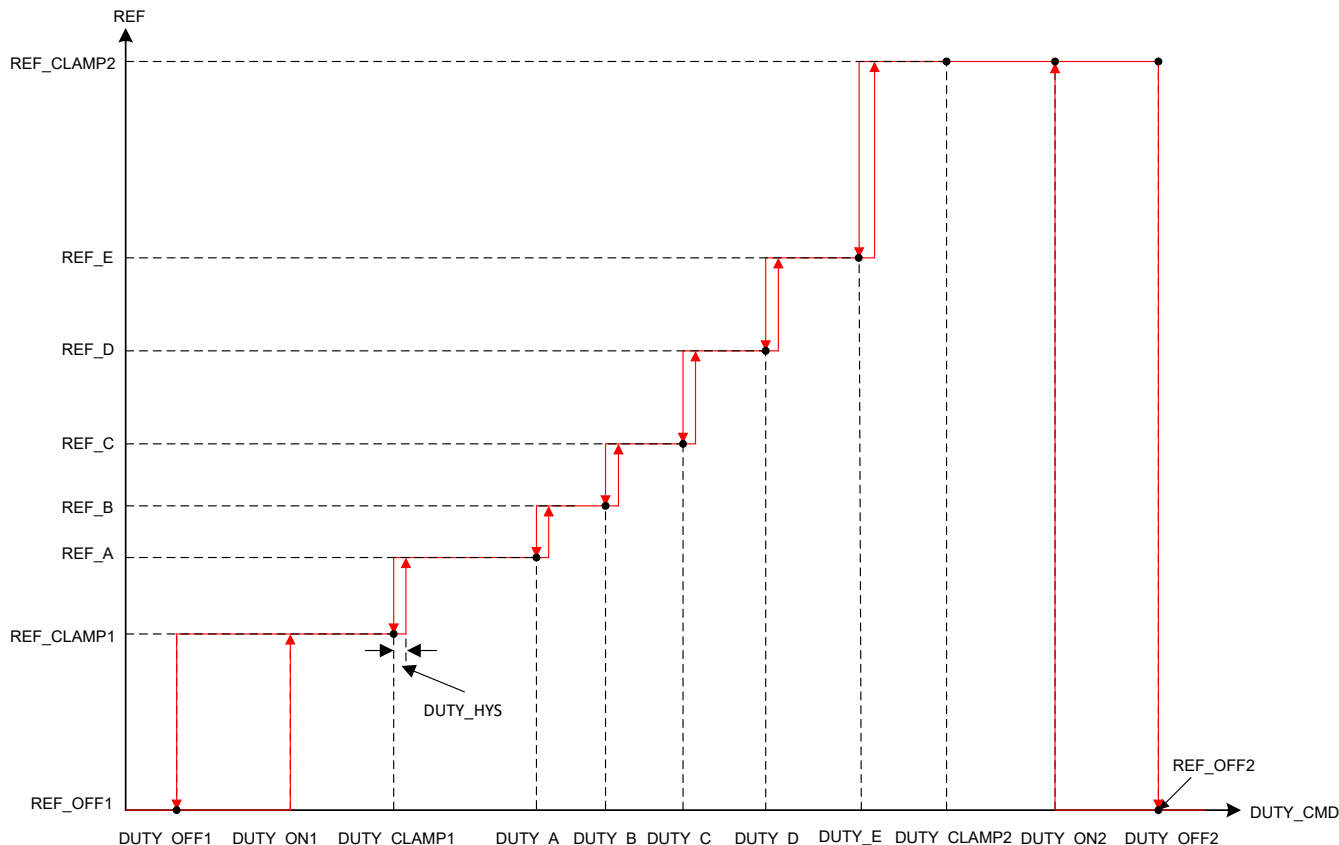

図 7-11. 階段制御プロファイル
- DUTY_OFF1 と DUTY_ON1 は、リファレンス制御入力 REF_CLAMP1 および REF_OFF1 間を遷移する際のヒステリシスを設定します (図 7-11 を参照)。
- DUTY_A は、リファレンス REF_A のデューティ・コマンドを設定します。このリファレンスは、DUTY_CLAMP1 において REF_CLAMP1 から REF_A に階段的に変化します。DUTY_A から DUTY_E は、図 7-11 と同じ順序である必要があります。
- DUTY_OFF2 と DUTY_ON2 は、リファレンス制御入力 REF_CLAMP2 および REF_OFF2 間を遷移する際のヒステリシスを設定します (図 7-11 を参照)。